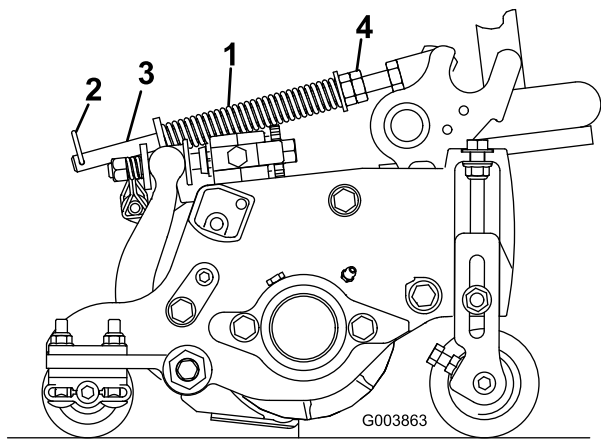

図 15
ターフ補正スプリング 図 15 は、前ローラから後ローラへと、カッティングユニットの体重移動を行います。これによりユニットを安定させ、いわゆる「波打ったような」仕上がりボビングとかマーセリングといわれる現象を防いでいます。
1. ヘアピンコッターがスプリングロッドの後の穴に差し込まれていることを必ず確認しておいてください 図 15。
- スプリングロッド前部の六角ナットを締め、スプリング圧縮状態の長さが以下の通りになるようにする。リールマスター5410の5インチカッティングユニットでは12.7cm、リールマスター5510と5610の7インチカッティングユニットでは15.9cm 図 15。